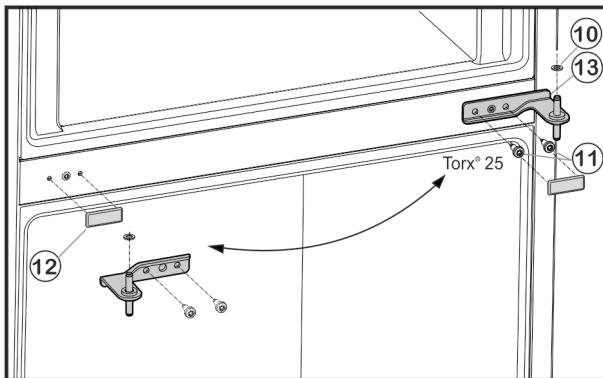

Fig. 6
► Odvijte pričvrsne vijke Fig. 6 (11) (2 puta Torx® 25) i izvucite podložak ležaja u sredini iz donjih vrata.
► Skinite plastičnu pločicu Fig. 6 (10).
- Oprezno skinite poklopac Fig. 6 (12).
- Ponovo stavite poklopac Fig. 6 (12) na suprotnoj strani.
- ▶ Podložak ležaja u sredini Fig. 6 (13) umetnите u donja vrata okrenut za 180° pa ga pričvrstite vijcima Fig. 6 (11) (2 puta Torx® 25) **pritegnite čvrsto (s 4 Nm)** na novu stranu šarki.
- ▶ Ponovo postavite plastičnu pločicu Fig. 6 (10).
- ▶ Stavite gornja vrata na podložak ležaja u sredini Fig. 6 (13).